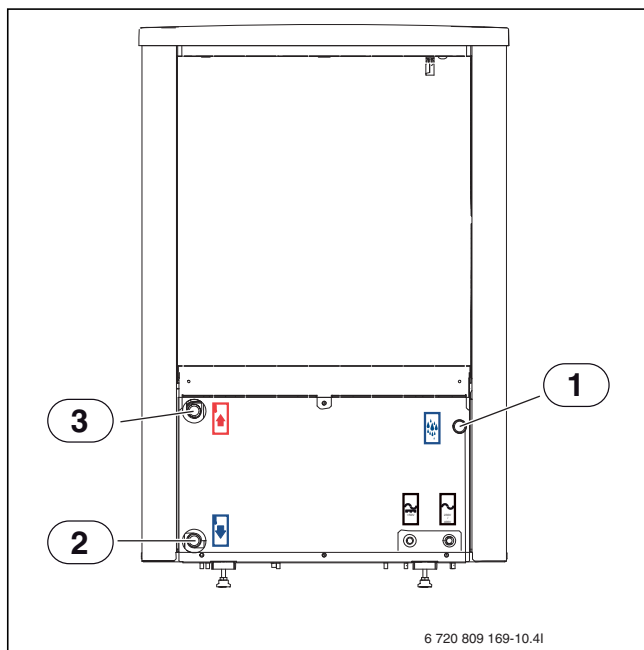

Bild 13 Wärmepumpenanschlüsse. Gültig für alle Größen.
- ▶ Einen für den Einsatz im Freien geeigneten Partikelfilter im Rücklauf zur Wärmepumpe direkt am Wärmetauscher montieren (→ [2], Abb. 13).
- Rohr für Primärkreiseingang vom Wärmepumpen-Kompakteinheit anschließen (→ [2], Abb. 13).
- Rohr für Primärkreisausgang zum Wärmepumpen-Kompakteinheit anschließen (→ [3], Abb. 13).